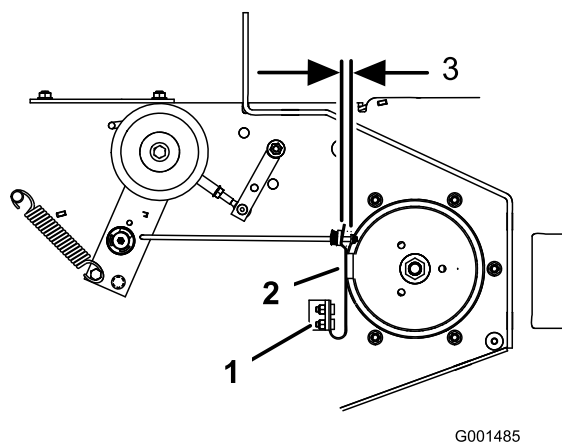

Figura 63
3. Si es necesario, ajuste los pernos de montaje del muelle hasta que la pastilla de freno de la cuchilla roce contra ambos lados de la ranura de la polea (Figura 63).
4. Ajuste la tuerca del extremo de la varilla de freno de la cuchilla hasta que quede un espacio de 3-5 mm (1/8-3/16 pulg.) entre la tuerca y el espaciador (Figura 63).